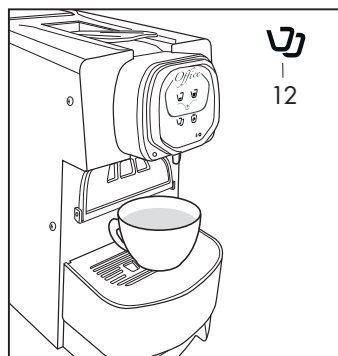

Fig. 12
- Appuyer sur le symbole (12) pour distribuer le café extra allongé (Fig. 12) ; appuyer à nouveau sur la touche une fois que la quantité voulue est atteinte.